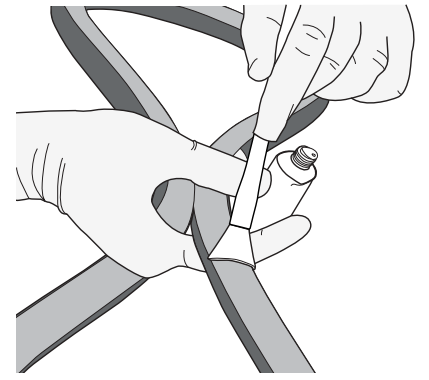

Figura 32. Infle la cubierta hasta que la base del fondo quede visible. Aplique una capa fina de pegamento.
4. Infle la cubierta justo hasta que tome forma y el fondo quede visible (Figura 32).